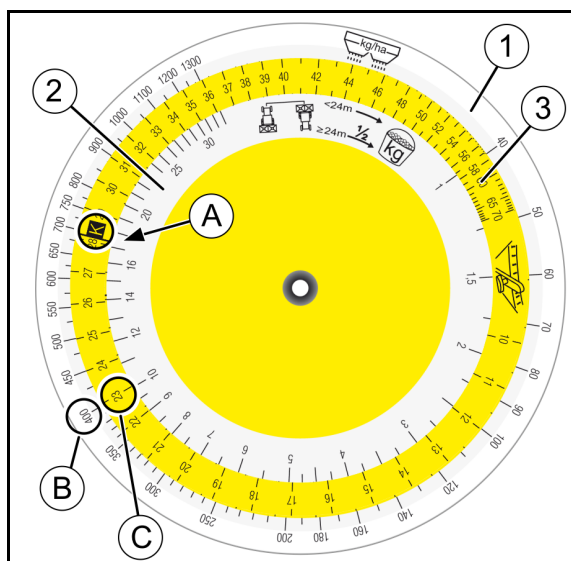

Fig. 59
Pe scala (Fig. 59/2) pentru cantitatea colectată [kg], căutați valoarea numerică **17,5 (A)** și suprapuneți cu poziția **K (B)** a scalei colorate (Fig. 59/3).
8. Căutați cantitatea pentru împrăștiere dorită, de (400 kg/ha) (C) pe scala pentru cantitatea pentru împrăștiere (Fig. 59/1) și citiți poziția necesară a vanelor glisante (poziție) **23 (D)**.